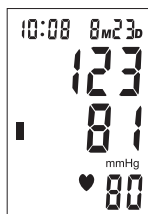

Fig. 5
8. La medición de presión arterial y pulso se visualizará simultáneamente en la pantalla, *Fig 5*. Tanto los valores de presión sistólica como diastólica se presentarán simultáneamente.